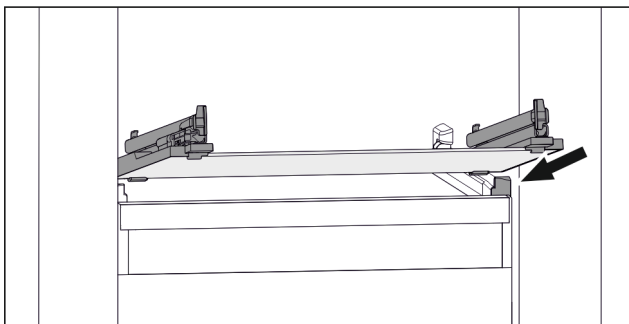

Fig. 80 Beispielhafte Darstellung der Glasplatte
- ▶ Glasplatte schräg hinter den Stopperrahmen aufsetzen. (siehe Fig. 80)